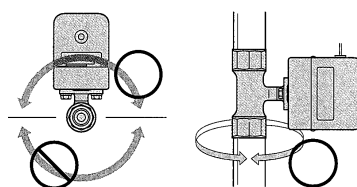

図 11
- アクチュエータ内部に水が浸入する可能性のある、下向きバルブ取付は行わないでください。配管可能な取付姿勢は図 11の通り、アクチュエータが上向きから横向きまでです。